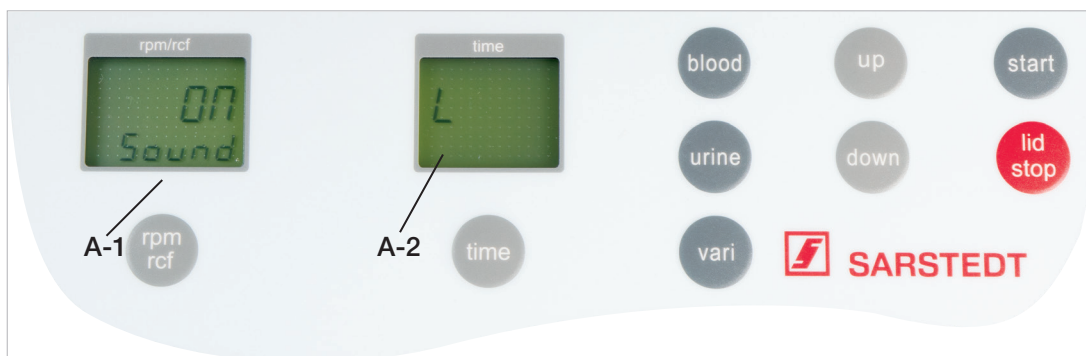

Figura 4
Abra el menú "Configuración básica", como se describe en el equipo 1.8.1. Pulse después la tecla "time" (3). En el campo indicador "time" (A-2) parpadea la opción de menú actualmente seleccionada. Seleccione ahora, con las teclas "up" (7) y "down" (7), la letra "L". Aparecerá en el campo indicador "rpm/rcf" (A-1) el texto "on sound". Si pulsa ahora la tecla "rpm/rcf" (2), parpadeará el texto "on" y podrá desactivar el sonido con las teclas "up" (7) y "down" (7) (ver figura 4).